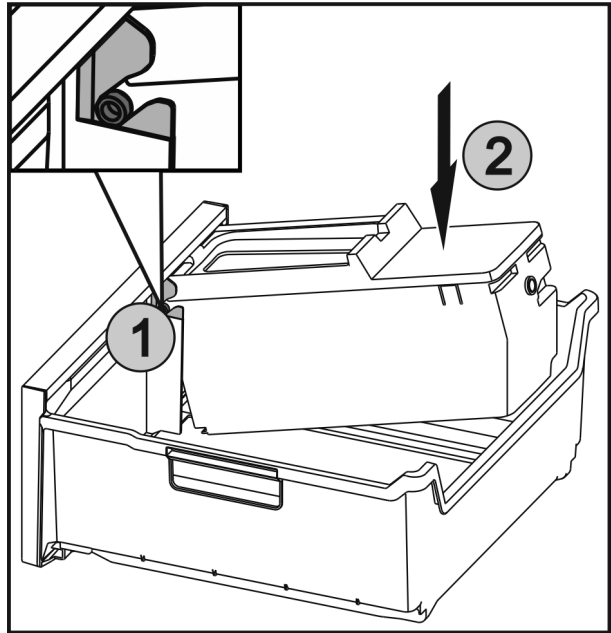

Fig. 49
- ▶ Вставити осі Fig. 49 (1) на EasyTwist-Ice у напрямні та натискати на задню сторону Fig. 49 (2) до фіксації накладки.